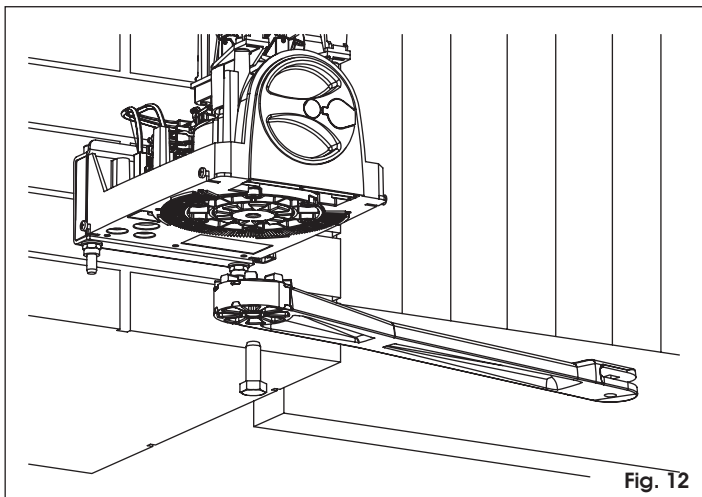

Fig. 12
6. Monte el brazo recto (Fig. 12) con el correspondiente tornillo suministrado en dotación.